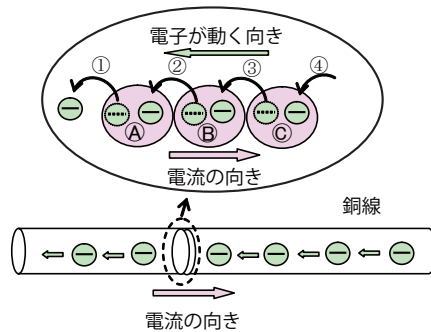

図3 銅線の中の電気の流れ
では、銅やアルミニウム金属の中をどのようにして電流が流れるのかを図3で説明します。原子Aの電子①が何らかの刺激で外に飛び出したとする(図中の①)、原子Aは電子1個不足した形となるので、結果的にプラスの電気を帯びた原子になる。隣の原子Bの電子②が飛び出し、原子Aに入り(図中の②)、原子Aの電位はゼロになる。同様に原子Bは電子1個不足した形となるので、結果的にプラスの電気を帯びた原子になる。隣の原子Cの電子③が飛び出し、原子Bに入り(図中の③)、原子Bの電位はゼロになる(図中の③)。以後同様の繰